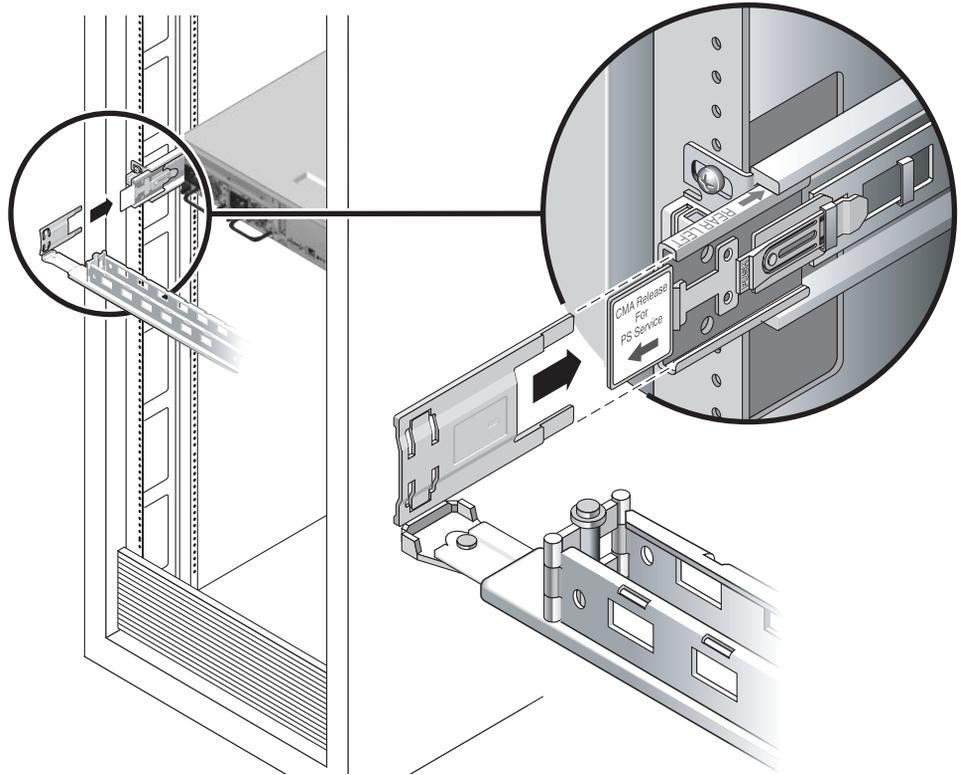

FIGURE 2-11 Montage du côté gauche du rail coulissant
4. Insérez le connecteur en plastique à charnières sur la gauche du CMA complètement dans l'extension de rail du CMA (FIGURE 2-11).